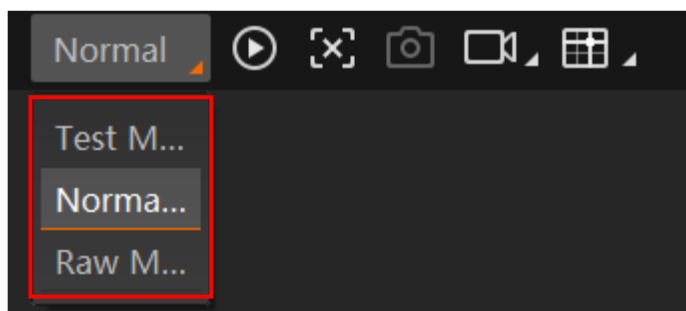

图2-7 运行模式设置
①	菜单栏	可对客户端基础功能进行设置，还可对设备进行 IP 配置和固件升级等
②	控制工具条	可同时对多台设备批量开始/停止采集，设置客户端的画面布局，统计设备的读码信息、查看设备的日志信息等
③	相机配置	可对设备进行相关操作，包括连接/断开设备、参数设置、IP 地址设置等
④	预览窗口	可实时预览设备当前的采集的图像和算法读取的效果，同时还可进行录像、抓图、画十字辅助线等
⑤	历史记录	实时显示客户端当前读取到的条码信息
3. 通过“预览窗口”区域左上角下拉选择设备的运行模式，如图 2-7 所示。